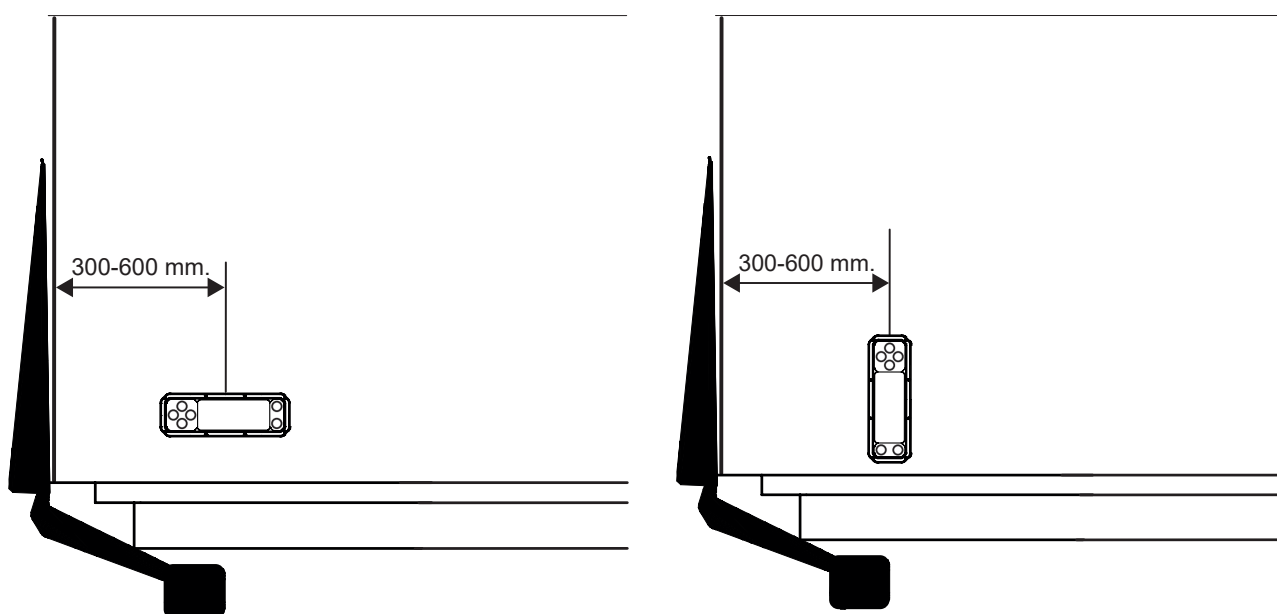

Imagen 51. Montaje del actuador
5. A continuación, monte el actuador en el armario. Imagen 51